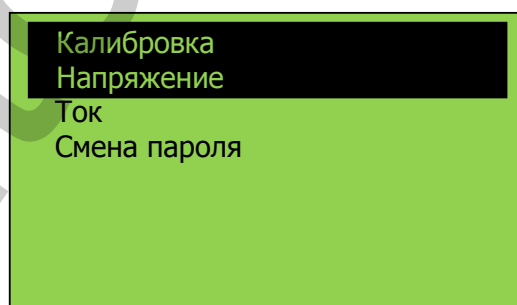

Рисунок 17 – Меню «Калибровка»
3.5.2.5 После ввода последнего цифрового значения пароля нажать кнопку калибровки «▼» для подтверждения введенного пароля. При этом появляется меню «Калибровка» (см. рисунок 17).